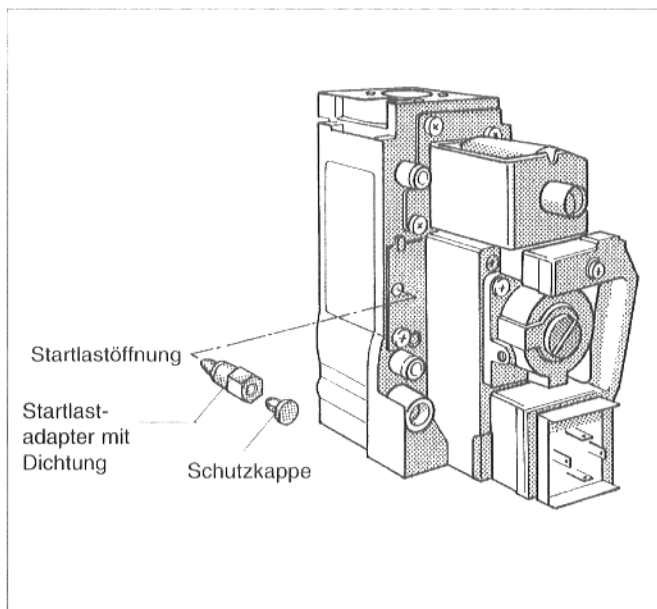

Abb. 1: Gasbrennerarmatur Honeywell VR 4601 C/CB
- Schutzkappe über der Startlastöffnung der neuen Armatur entfernen und einen der beiden beiliegenden Startlastadapter einschrauben (Abb. 1):
- Der Startlastadapter muß aus Sicherheitsgründen unbedingt mit einer Schutzkappe versehen sein. Eventuell Schutzkappe der Startlastöffnung auf den Startlastadapter aufstecken (Abb. 1).